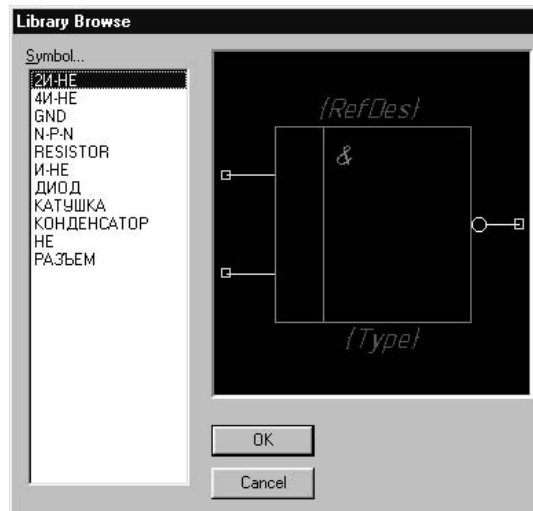

Рис.4.3.2
- Присоединить символ. Для этого следует нажать кнопку **Select Symbol**. В открывшемся окне **Library Browse** (рис.4.3.2) в списке символов найти «2И-НЕ» и нажать кнопку ОК.